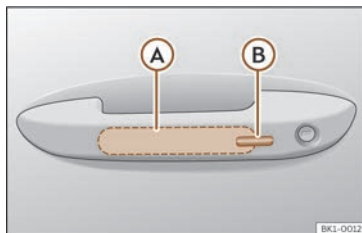

Fig. 69 Asa da porta: superficies sensoras.
>>> **fig. 69**
- Toque a superficie sensora >>> **fig. 69 (B)** situada no lado exterior da asa da porta. Todos os intermitentes escintilan unha vez.
- Antes de que transcorran 5 segundos, toque unha vez o sensor do lado exterior da asa da porta >>> **fig. 69 (B)**. Ao facelo, non agarre a asa. O sistema Keyless Access queda desactivado temporalmente.
Para **pechar** coa función de confort todas as fiestras eléctricas e o teito de vidro, manteña un dedo durante uns segundos sobre a superficie sensora de bloqueo >>> **fig. 69 (B)** da asa da porta ata que se pechen as fiestras e o teito.